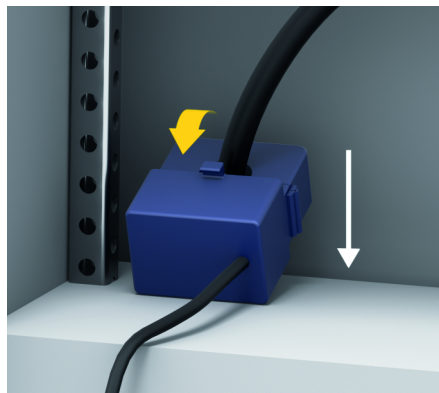

Fig. 15: Exemplo de instalação do sensor de corrente
- ▶ Certifique-se de que o sensor tenha o sentido de medição incorreto (Fig. 15, seta branca).
- ▶ Selecione um local de instalação no qual os cabos possam passar direto e preste atenção na direção da medição (**seta apontando em direção à carga**) (Fig. 15, seta branca).
- ▶ Insira o cabo de instalação no sensor de corrente e feche a tampa do sensor (Fig. 15, seta amarela).